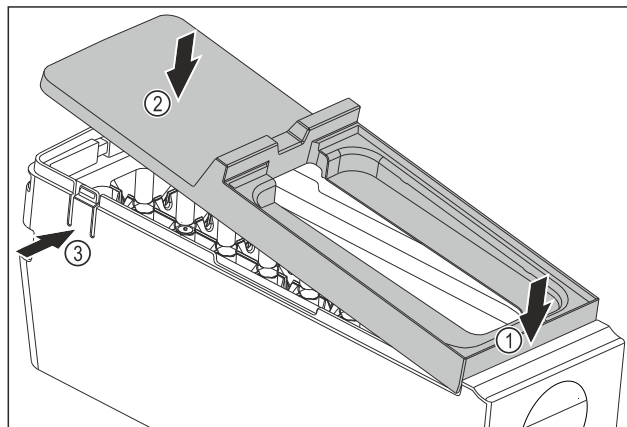

Fig. 107
- Montáž krytu korpusu EasyTwist-Ice: Kryt nasadíte vpredu. Fig. 107 (1)
- Kryt spustíte dozadu. Fig. 107 (2)
- Kryt počutelné zapadne od oboch strmeňov Fig. 107 (3).